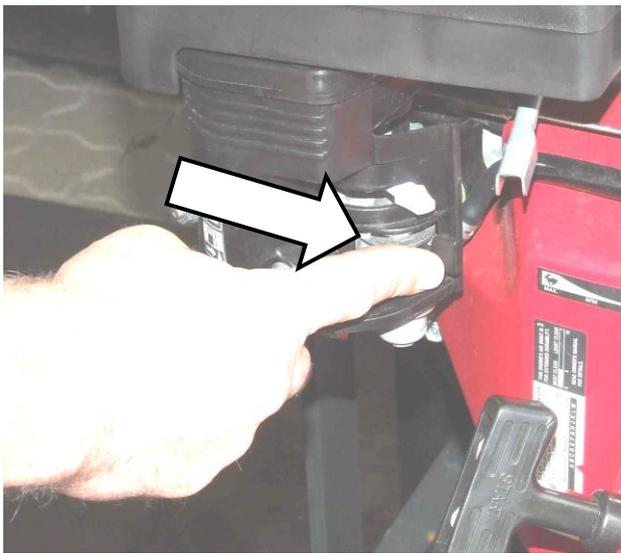

Fig. 2
- Aprire il flusso di carburante (Fig. 2)
- Avviare il motore Honda (Con avviamento elettrico (1)). Mettere l'interruttore su "ON" (↘). Inserire e girare la chiave (↙)
- O avviare il motore Honda tirando (con Potenza) la fune di avviamento (2). (vedi dettagli nel manuale Honda)